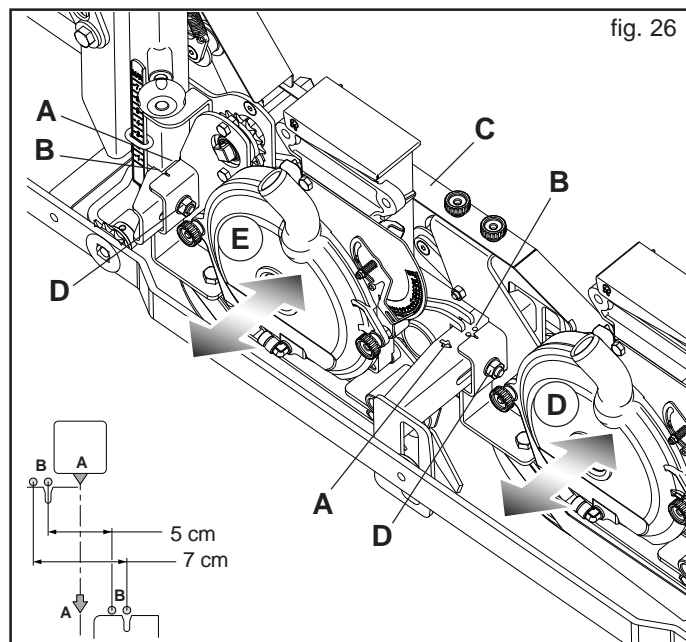

fig. 26
3.8.3 REIHENABSTAND SÄMASCHINE OLIMPIA (Abb. 26)
- 1) Die Bezüge (A, Abb. 26) kennzeichnen die Mitte des Sägelements. Die Löcher (B, Abb. 26) sind die Bezüge für den Standard-Reihenabstand zu 5 und 7 cm;
- 2) Die Kugelgriffe lockern und das Schutzgehäuse (C) abbauen;
- 3) Die Muttern (D, Abb. 26) lockern;
- 4) Die Streubehälter (E) verschieben, um den gewünschten Reihenabstand zu erhalten, und durch Festziehen der Muttern (D) in der eingestellten Position sperren.
- 5) Die Antriebskette im Schutzgehäuse (C) ausrichten und das Schutzgehäuse wieder anbringen.